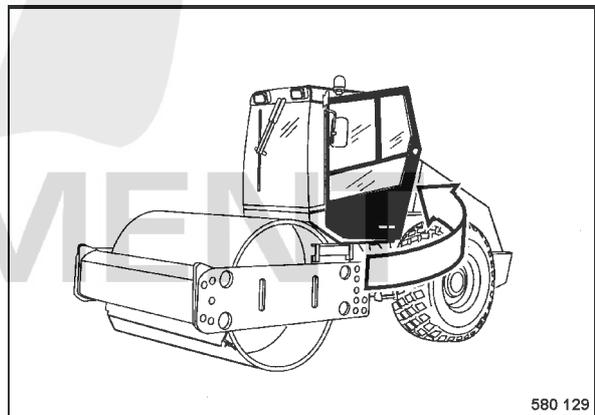

fig. 34
- Fermer la porte de la cabine (fig. 34).